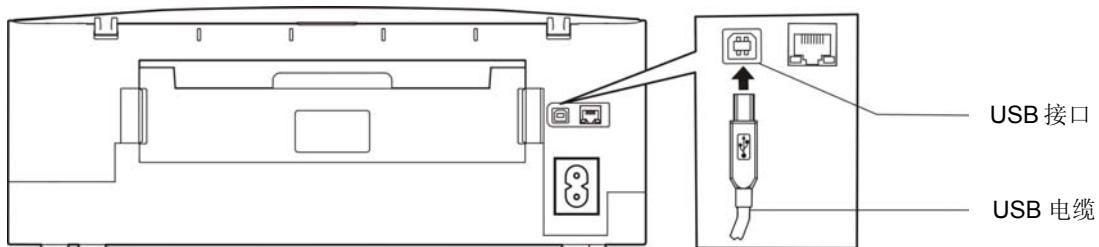
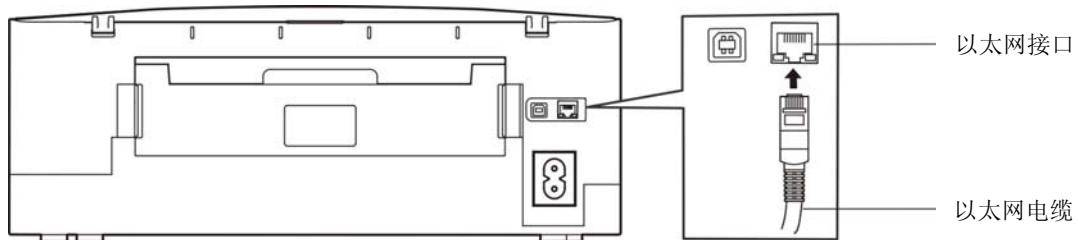

图 2-8 连接 USB 电缆
图 2-9 连接以太网电缆
本喷墨打印机可配置 USB 接口、以太网接口或 Wi-Fi (产品的具体接口配置, 以实物为准)。请根据需要, 把喷墨打印机与计算机相连 (如图 2-8 和图 2-9 所示)。
2. 将 USB 电缆的方型插头插进打印机的 USB 接口插座中 (如图 2-8 所示)。
将以太网电缆的 RJ-45 插头一端插进打印机的以太网接口插座中，另一端插头连接到局域网的接入端（如图 2-9 所示）。